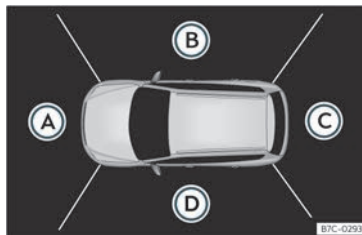

Fig. 190 Visualización do sistema de visión periférica: perspectiva aérea.
Botóns de función **fig. 190**:
Combinando as imaxes de todas as cámaras xérase a perspectiva aérea **fig. 190**. A perspectiva aérea pódese seleccionar premendo sobre o *vehículo* dentro da zona.
Premendo sobre as diferentes áreas **fig. 190** (A) a (D) da perspectiva aérea ou da perspectiva aérea reducida, pódese seleccionar a vista correspondente.
Na pantalla do sistema de infotainment amósase a perspectiva aérea» **fig. 190**. Se preme a tecla circulando a máis de 15 km/h (9 mph), non se amosará a imaxe.